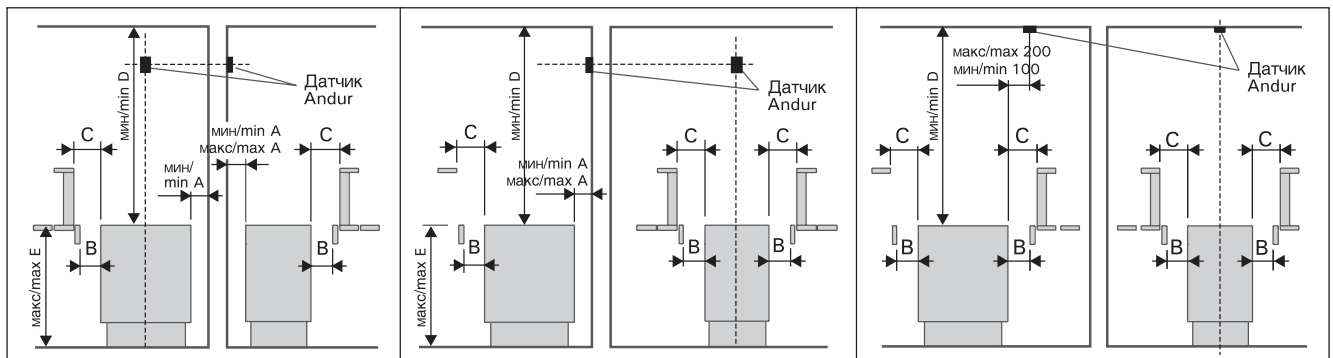

Рис. 3. Безопасные расстояния каменки. Вним.! Если значение E больше E макс., то B мин. = C мин.
- При расположении каменки выполняются условия минимальных расстояний, изображенных на рис. 3 и указанных в таблице 1. **Значения необходимо соблюдать, так как пренебрежение ними может привести к возникновению пожара.**
Перед установкой необходимо принять во внимание минимальные расстояния до легковозгораемых материалов. См. табл. 1 и рис. 3.